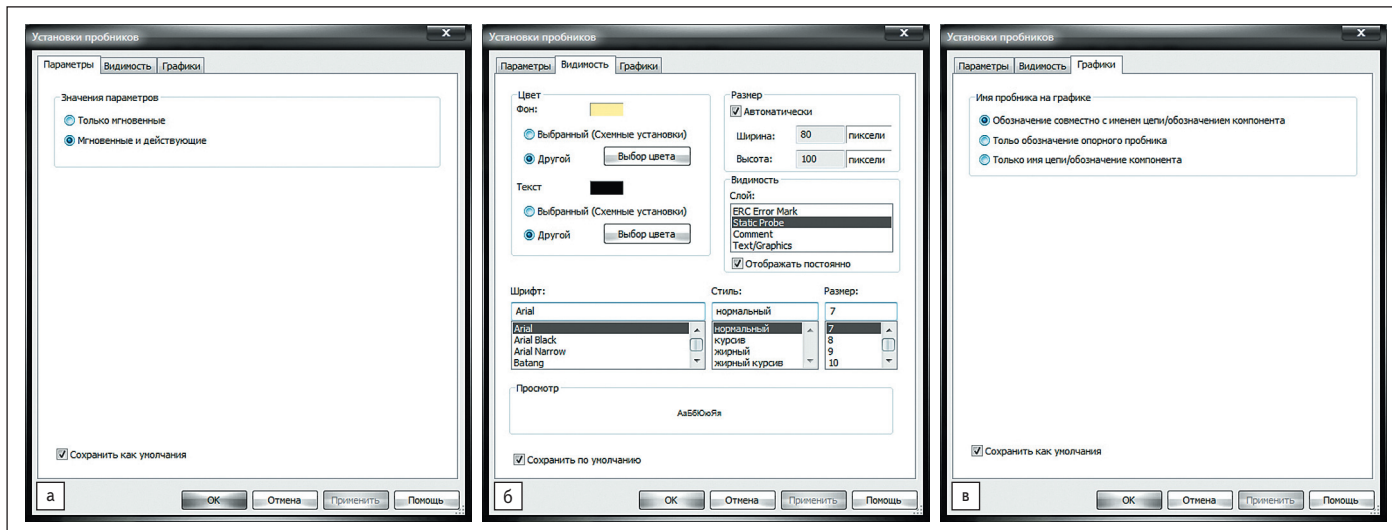

Рис. 9. Окно «Установки пробников», вкладка: а) «Параметры»; б) «Видимость»; в) «Графики»
- «Параметры» (рис. 9а);
- «Видимость» (рис. 9б);
- «Графики» (рис. 9в).